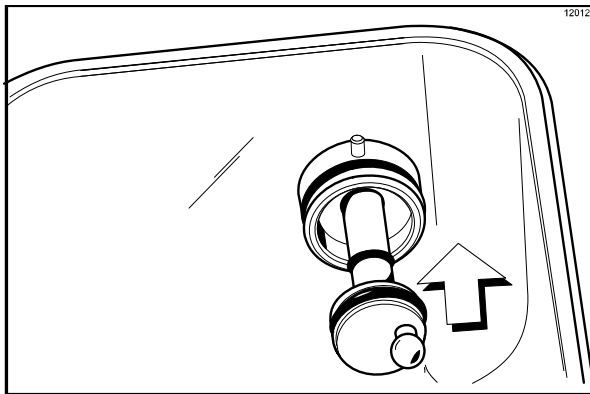

Figura 155
14. Insira a extremidade sextavada do eixo de transmissão no cubo localizado na parede posterior do reservatório de mix. (Veja a Figura 155.)